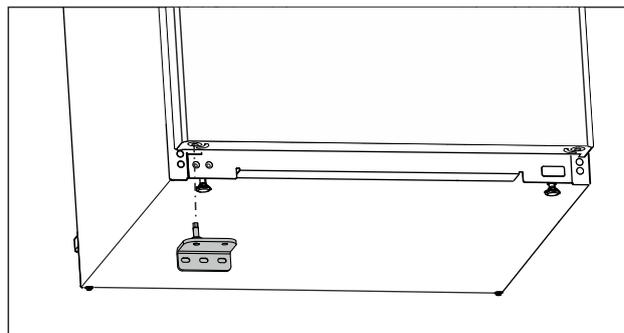

Fig. 24
- ▶ Insertar el soporte del cojinete en el lado opuesto. (consulte Fig. 24)